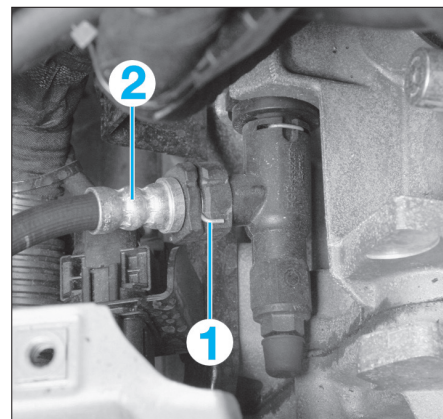

FIG. 5
- Retirer l'agrafe (1) de la canalisation (2) d'embrayage (fig. 5) puis la débrancher.